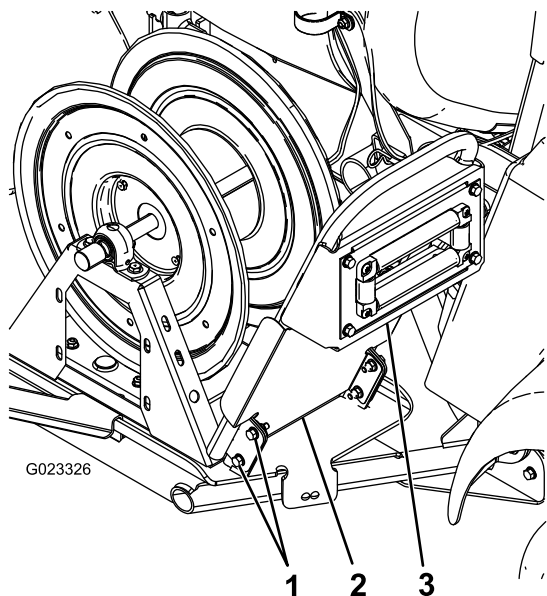

Figura 11
5. Monte sem apertar o manípulo na placa articulada com 4 parafusos (5/16 pol.) (Figura 11).
6. Coloque o resguardo de lama e manípulo na placa articulada utilizando os parafusos instalados no passo 5 e quatro porcas flangeadas (5/16 pol.) (Figura 11).